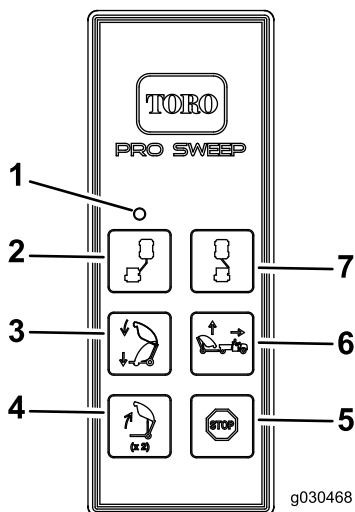

Figura 28
2. Com a tremonha em altura de transporte, pressione o botão de descarga da tremonha, solte o botão, e depois pressione e segure novamente o botão de descarga da tremonha (Figura 28).